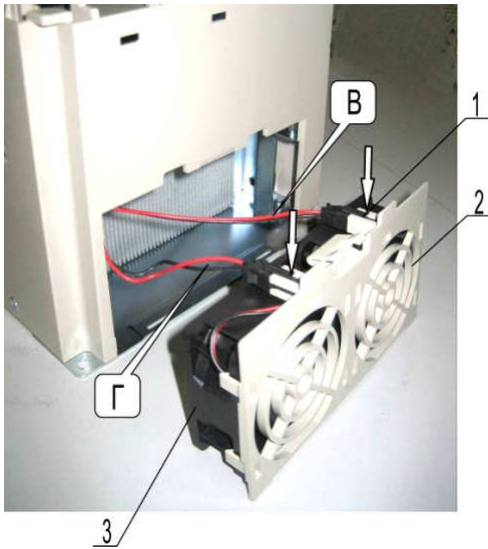

Рисунок 7.15
7.5.1 Установить вентиляторы 3 на панель 2, совместив отверстия в их корпусах с направляющими штырями панели и нажав на вентиляторы до щелчка фиксаторов (рисунок 7.15).
7.5.2 Соединить розетки кабелей питания вентиляторов с разъемами вентиляторов и установить разъемы в фиксаторы 1 панели (рисунок 7.15).